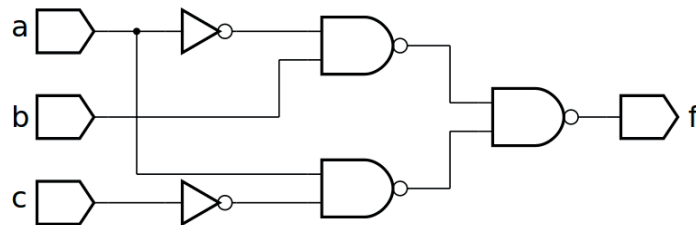
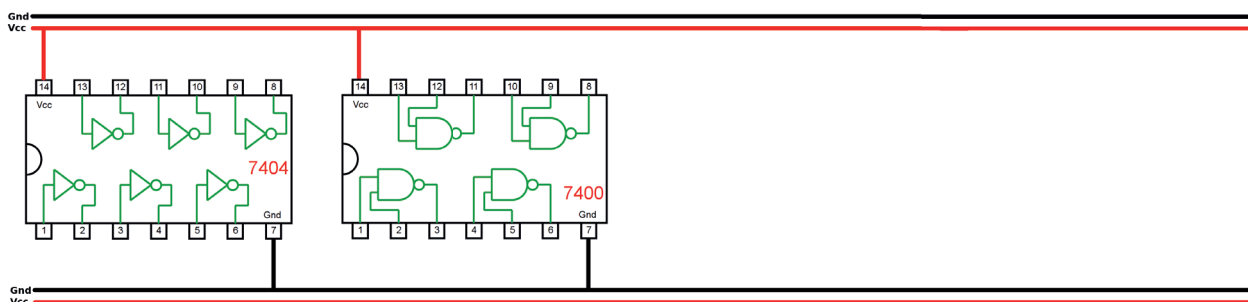

Figura 5.33 – Diagrama esquemático.
Figura 5.34 – Disposição dos componentes (TTL) para a placa de montagem.
1. Complete as ligações na figura 5.34 ou 5.35 de acordo com a figura 5.33.
5. Utilize um programa de simulação em computador (SmartSim, Atanua, Qucs) faça a simulação do circuito da figura 5.33. Compare os resultados com a tabela 5.15.
6. Escreva a equação booleana do circuito da figura 5.33 e simule no programa para o Arduino.